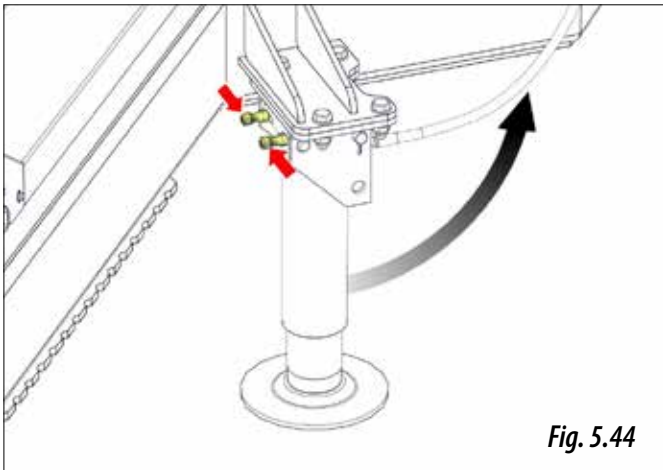

Fig. 5.44
- 2- Desbloquear los seguros (Fig. 5.44) y subir el pie de apoyo hasta enclavar los seguros nuevamente.